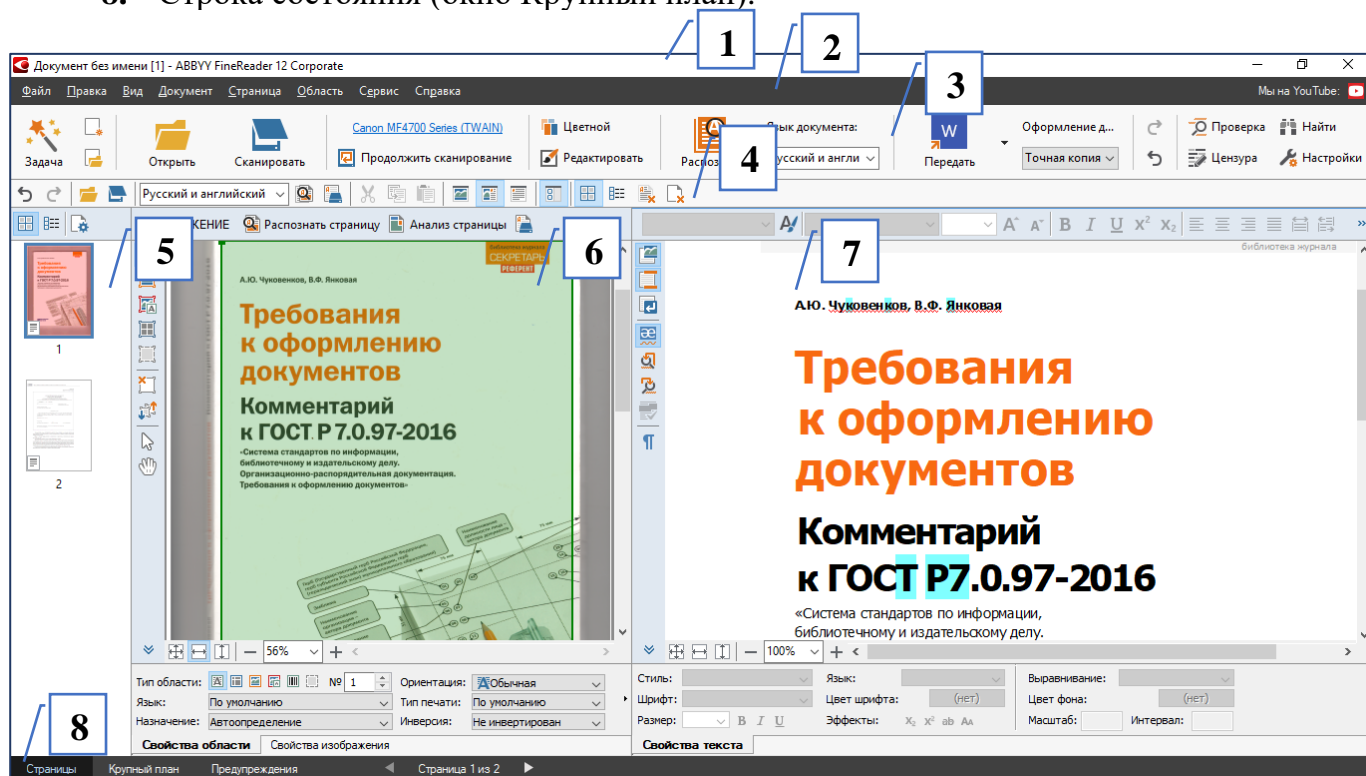
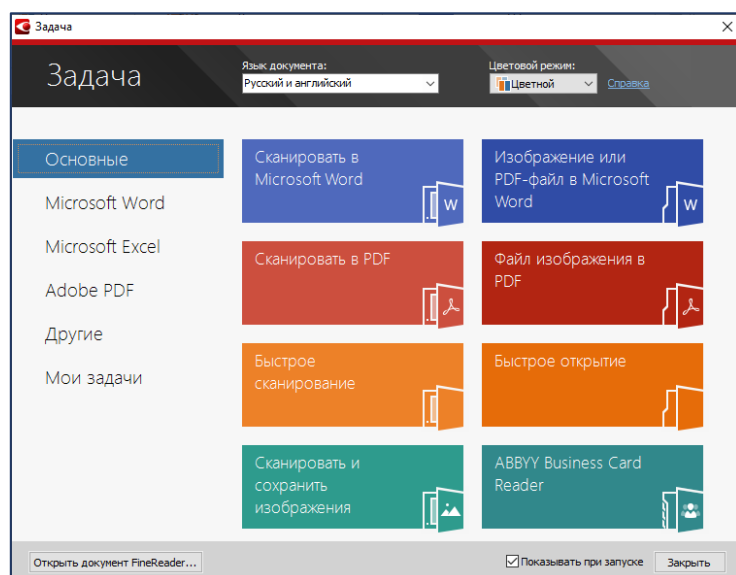

Рис. 22. Интерфейс программы ABBYY FineReader 12
Рис. 23. Встроенные Задачи
При запуске программы ABBYY FineReader открывается главное окно программы (рис. 22), а также окно Задача (рис. 23), предназначенное для выполнения встроенных и наиболее распространенных пользовательских задач. В главном окне программы отображается текущий открытый документ FineReader.
1. На главной панели инструментов (рис. 22) в выпадающем списке Язык документа укажите языки распознавания.